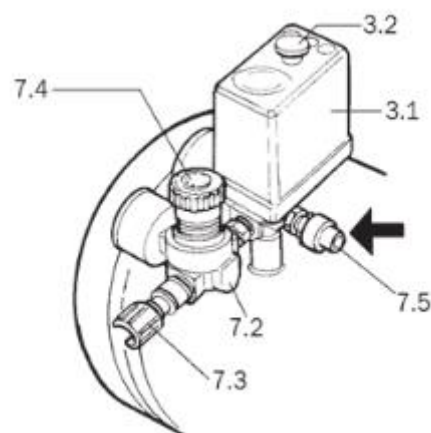

fig. 7
B - Incorrecto funcionamiento del reductor de presión 7.2 (fig. 7).
- **Intervención de la válvula de seguridad 7.5 por debajo de los límites de presión establecidos (fig. 7)**